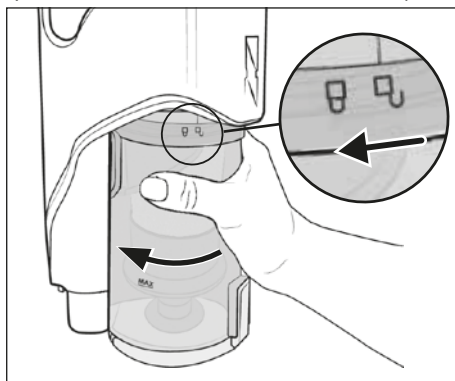

Fig. 16
- 1) For at fjerne støvbeholderen **7** fra produktet skal du dreje den i retning af symbolet  (åbn), indtil den kan løsnes fra produktet (se fig. 16).